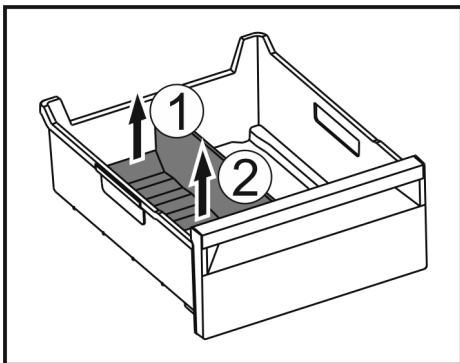

Fig. 169
- Підняти задню частину перегородки відділення для льоду. Fig. 169 (1)
- Вилучити перегородку рухом вгору. Fig. 169 (2)